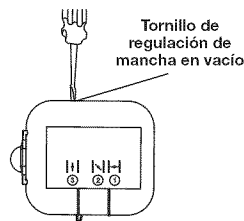

Fig. 19
La velocidad de mancha en vacío del motor se puede ajustar. Hay un tornillo de regulación de mancha en vacío entre la tapa del filtro de aire y la tapa del motor (Fig. 19).
- Suelte el gatillo y deje que el motor se mantenga en marcha en vacío. Si el motor se para, inserte un destornillador Phillips pequeño entre la tapa del filtro de aire y la tapa del motor (Fig. 19). Gire el tornillo de regulación de mancha en vacío 1/8 de vuelta en el sentido de las agujas del reloj, a la vez, hasta que el motor se ponga en mancha en vacío suavemente.